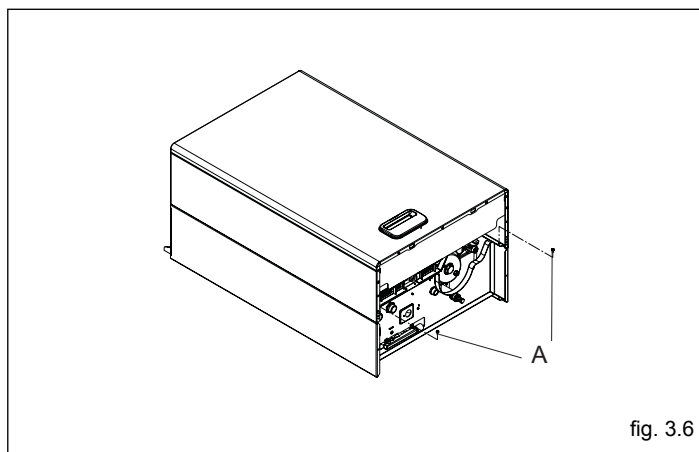

fig. 3.6
- løs de to skruer (A) og fjern kabinettet (fig. 3.6)